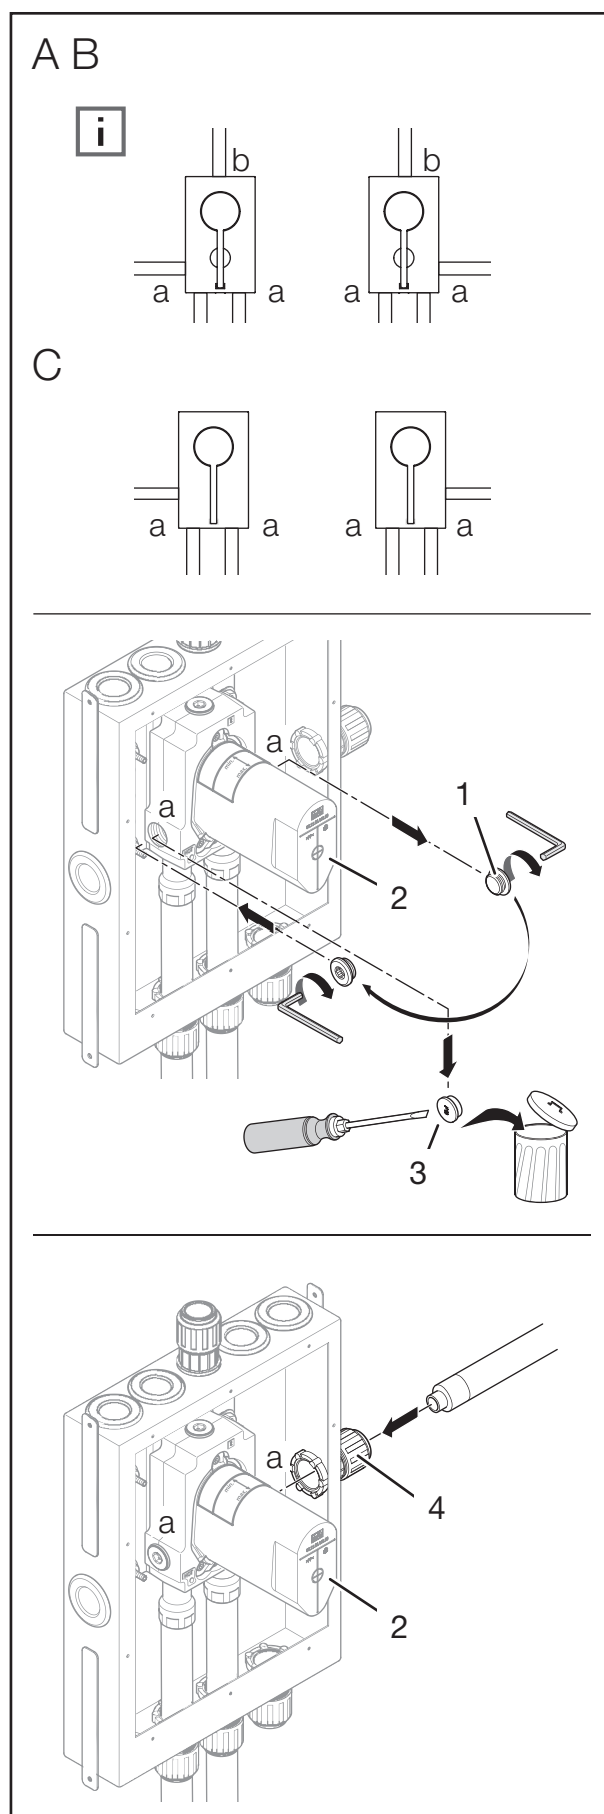

Fig. 9: Installation av takduschhuvud på höger sida
1. Ta bort tätningspluggen (fig. 9/3) från den vänstra anslutningen på produkten (fig. 9/2).
2. Dra media- och skyddsröret genom genomföringen i inbyggnadslådan (fig. 9/4).
3. Anslut vattenröret till anslutningen på produkten (fig. 9/2) enligt rör- och kopplingstillverkarens anvisningar.
4. Dra åt skruvkopplingen på skyddsrorsgenomföringen på inbyggnadslådan (fig. 9/4) enligt Joramarks monteringsanvisning.
2. Lossa mässingspluggen (fig. 9/1) på produktens högra sida (fig. 9/2) med hjälp av en 10 mm insexnyckel.
3. Ta bort mässingspluggen (fig. 9/1) från produktens högra sida (fig. 9/3).
4. Skruva fast mässingspluggen (fig. 9/1) i anslutningen på produktens vänstra sida (fig. 9/2) med hjälp av en 10 mm insexnyckel.
5. Dra media- och skyddsröret genom genomföringen i inbyggnadslådan (fig. 9/4).
6. Anslut vattenröret till anslutningen på produkten (fig. 9/2) enligt rör- och kopplingstillverkarens anvisningar.
7. Dra åt skruvkopplingen på skyddsrorsgenomföringen på inbyggnadslådan (fig. 9/4) enligt Joramarks monteringsanvisning.